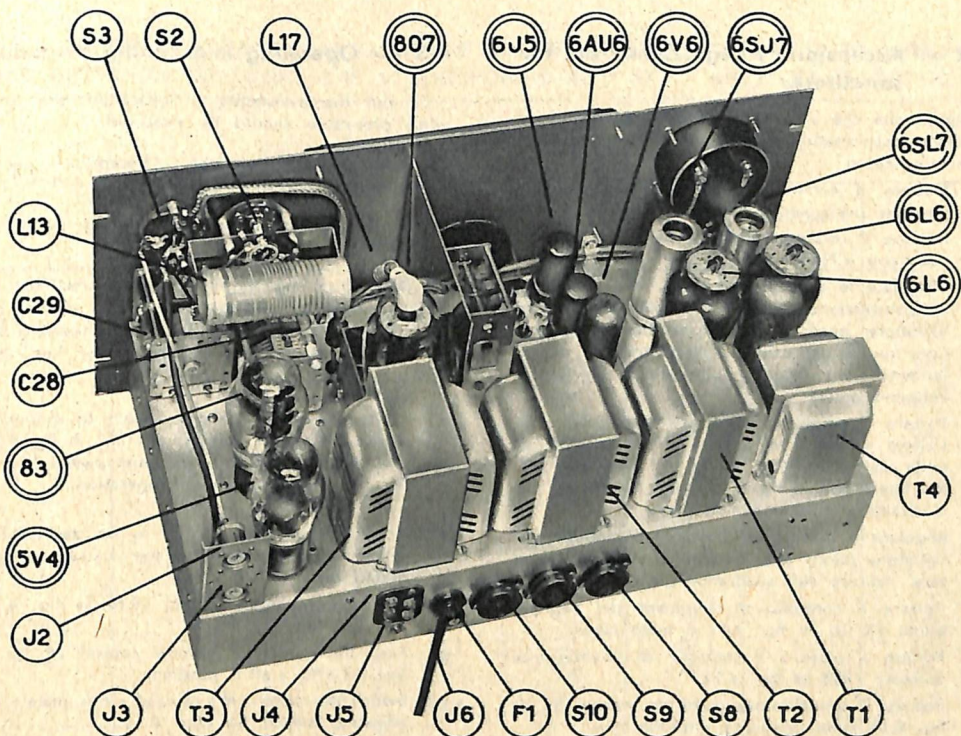

Fig. 4.2 - disposizione delle valvole e di altri organi. - Rear view; location of tubes and main components.
Nella parte posteriore sono accessibili (vedi fig. 4-2):
**Rear Side of Transmitter (see fig. 4-2):**
- a) Al terminale antenna del ricevitore. Questo collegamento va effettuato con un cavo schermato a bassa capacità e piuttosto corto, cioè della lunghezza minima compatibile con la distanza del ricevitore, non superiore in ogni caso da  $50 \div 70$  cm. Per il collegamento al trasmettitore si userà l'apposito attacco schermato che si innesterà nella presa inferiore (J3 di fig. 4.2) del trasmettitore, mentre l'altra estremità verrà collegata rispettivamente col conduttore e la calza alla presa di terra del ricevitore. L'impiego di un cavo schermato per tale connessione è importante per evitare che si inducano tensioni troppo forti, durante il funzionamento del trasmettitore, nel circuito di entrata del ricevitore.
- b) Il collegamento tra antenna e presa di antenna del trasmettitore, sarà effettuato con cavo schermato, oppure con un filo semplice a seconda del tipo di antenna impiegato (vedi paragr. 5). In ogni caso verrà impiegata per l'inserzione dell'antenna la nostra presa per cavo schermato che verrà inserita nell'attacco superiore (J2 di fig. 4.2) del trasmettitore.
- c) Sarà bene predisporre una buona presa di terra, la quale sarà collegata all'apposito morsetto del trasmettitore (J5 di fig. 4.2) mediante uno spezzone di filo di rame di sufficiente sezione ( $1,5 \div 2$  mm2) il più corto possibile.
- d) Circuito interruzione alta tensione ricevitore. I morsetti 1-2 posti sulla morsettiera (J4 di fig. 4.2) vengono dal commutatore « Trasmissione-Ricezione » cortocircuitati fra loro nella posizione « Ricezione » mentre restano separati, isolati fra di loro, nella posizione « Trasmissione » allo scopo di togliere la tensione anodica al ricevitore durante il funzionamento in trasmissione. Nel ricevitore perciò occorrerà aprire il circuito dell'alta tensione ed i due capi saranno collegati, mediante due fili intrecciati fra di loro, ai due morsetti 1 e 2. Il conduttore per tale connessione non ha particolari requisiti purchè abbia un isolamento sufficiente; potrà essere usato uno spezzone di treccia o piastrina luca. I due conduttori potranno essere anche scambiati fra di loro e per comodità di smontaggio e di installazione sarà bene inserire su questo spezzone una presa volante maschio e femmina del tipo luca, mettendo il maschio dal lato del trasmettitore e la femmina dal lato del ricevitore.
- d) Receiver High Voltage Interruption Circuit. Pins 1 and 2 of terminal J4 (fig. 4-2) are shortcircuited by the « Transmission-Reception » switch, if it is in position for « Reception »; they are separated if this switch is in position for « Transmission »; this makes it possible to cut off the receiver plate voltage during transmission periods. The receiver plate voltage circuit, therefore, must be opened and connected to pins 1 and 2 of terminal J4 by 2 insulated wires. There are no special requirements as to these wires besides affording sufficient insulation; hook-up wire or a piece of line cord may be used; both connections may be interchanged. To facilitate easy removal of this connection, it is suggested to place a male-and-female plug combination into this connection, the male part of which should be wired to the transmitter, the female one to the receiver.